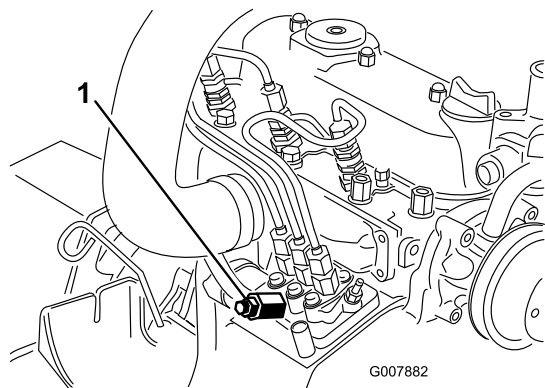

図 40
3. 燃料噴射ポンプについているエア抜きねじの下にウェスを敷いてねじをゆるめる 図 40。